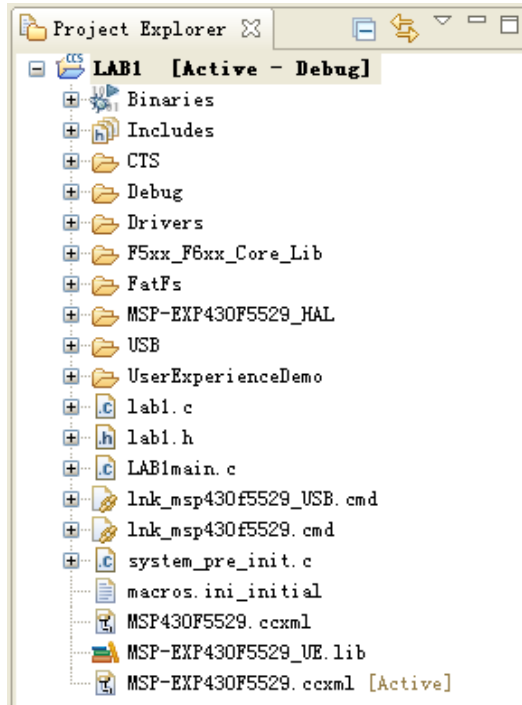

图 1.21 项目与配置后的目标文件
(5) 将 Connection 选项保持默认: TI MSP430 USB1 (Default), 在 Board or Device 菜单中选择单片机型号, 在此选择 MSP430F5529。配置完成之后, 单击 Save, 配置将自动设为活动模式。如图 1.21 所示, 一个项目可以有多个目标配置, 但只有一个目标配置在活动模式。要查看系统上所有现有目标配置, 只需要去 View --> Target Configurations 查看。